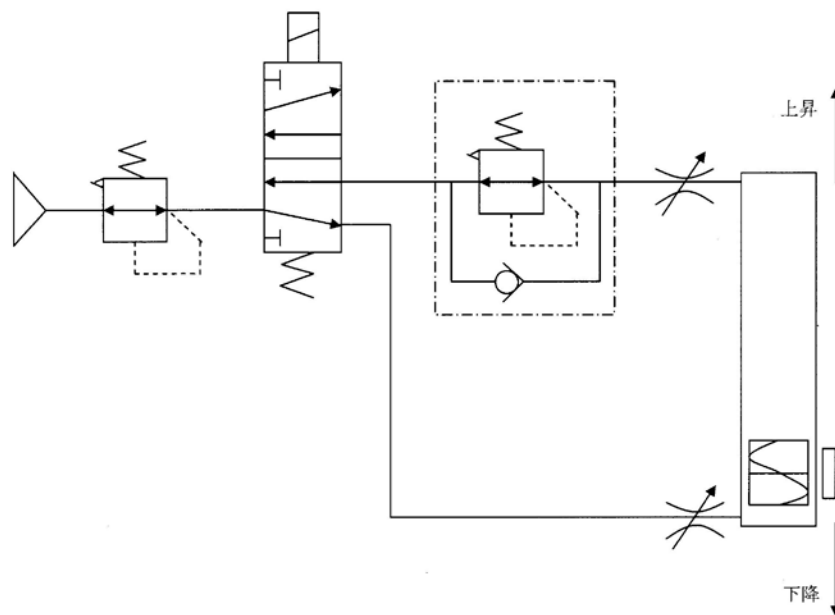

図5
- ①速度調整は弊社スピードコントローラ(ASシリーズ)の『絞り』タイプあるいはデュアルスピードコントローラを推奨します。(表1参照)
- ②メータイン、メータアウトタイプのスピードコントローラにて速度の調整は可能ですが、クッション効果(スムーズな起動、ソフト停止)が得られない場合があります。
- ③水平取付け以外の取付けの場合には、下降側に減圧供給回路(図5参照)を入れたシステムを推奨します。